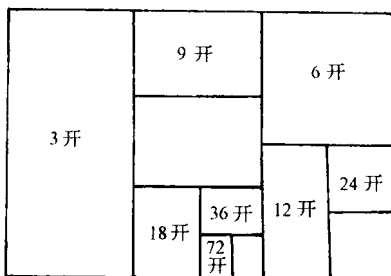

图 1-3
2. 畸开法。先将全张纸作等分 3 开、5 开和 7 开。然后在此裁开的幅面上，再作对折，均分折，即可得到各种不同幅面尺寸的开本。畸开法中 3 开系列示意图如图 1-3。